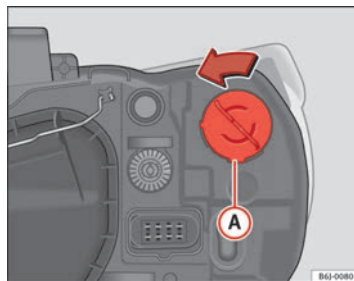

Abb. 144 Blinker bei Einfachscheinwerfer
- Den Lampenträger ⇒ Abb. 144 **A** nach links drehen und ziehen.